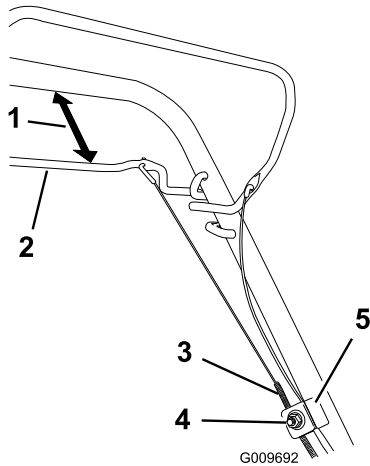

Figure 28
1. Desserrez l'écrou du support de câble (Figure 28).
2. Maintenez la barre de commande d'auto-propulsion à 25 à 38 mm (1 à 1,5 po) du guidon (Figure 28).
3. Tirez la gaine du câble vers le bas (vers la machine) jusqu'à ce qu'il n'y ait plus de mou dans le câble (Figure 28).